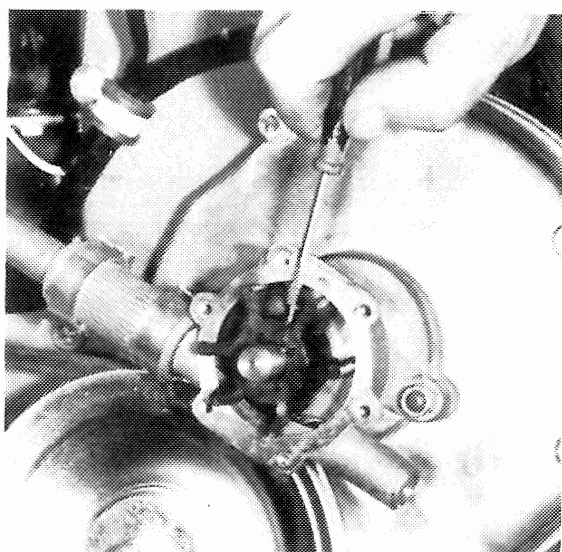

Figure 51 Moteur 4 cylindres
1. Démontez le couvercle de la pompe à eau de mer. Veillez à éviter toute pénétration d'eau éventuelle. Sur le moteur 4 cylindres, retirez l'arbre et la turbine du corps de pompe jusqu'à pouvoir enlever la vis de fixation de la turbine, figure 51.